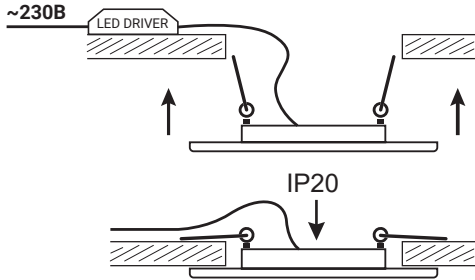

Рис. 2
5. Установите светильник в потолок, отогнув пружинные крепления. Убедитесь, что светильник встал на место и пружинные крепления разогнулись (Рис. 2).